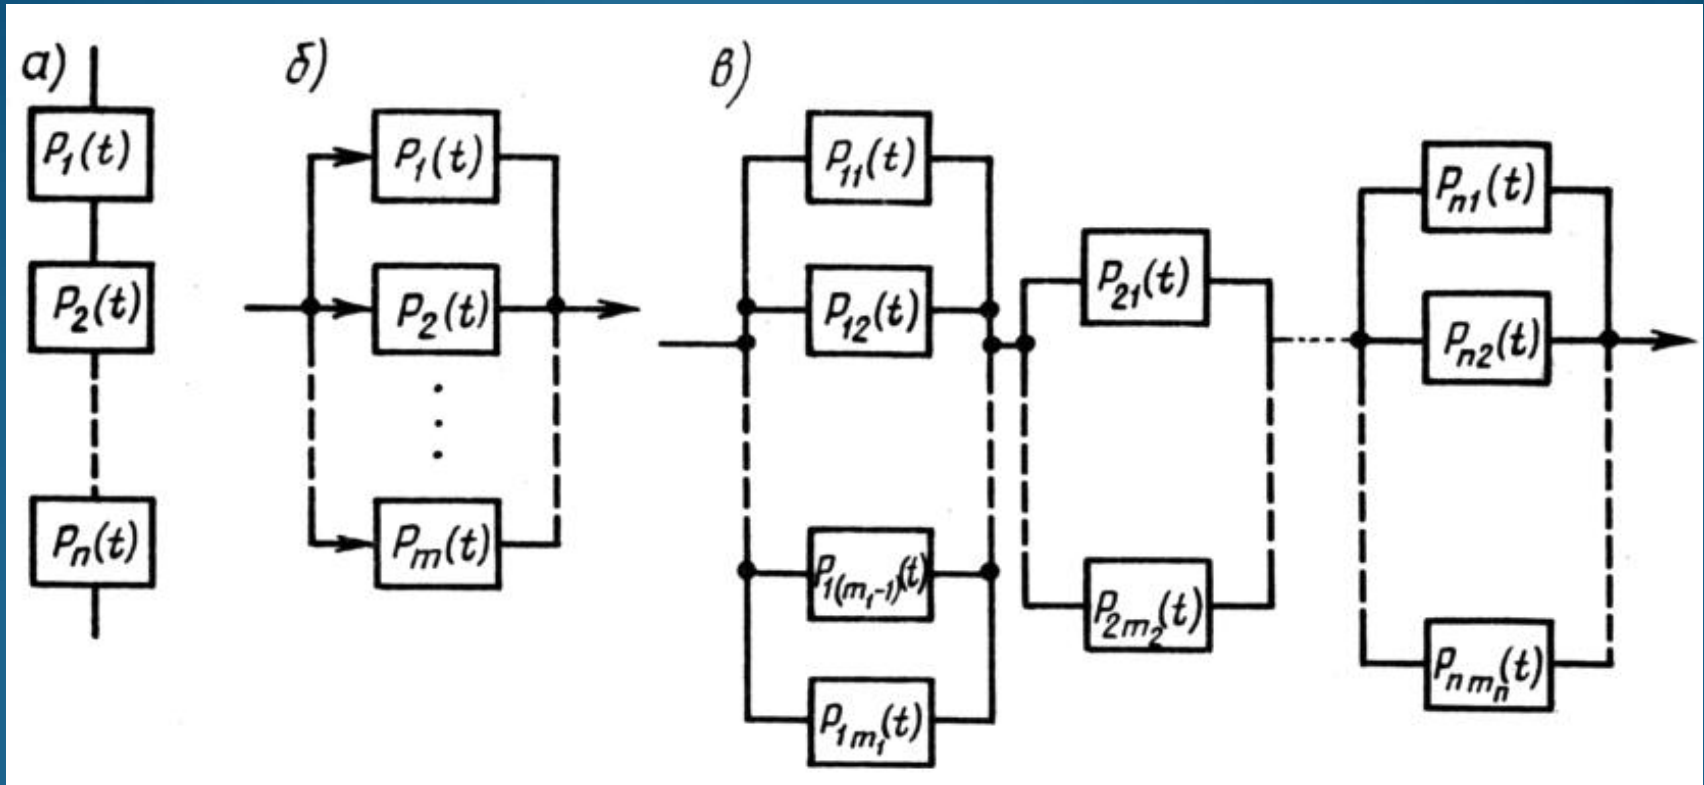

Рис.9.2 Схемы последовательного (а), параллельного (б) и параллельно-последовательного (в) включения элементов в надежности структурной схеме.
- При **последовательном** включении элементов (*рис. 9.2, а*) для надежной работы схемы необходима работа всех функциональных элементов.
- Для другого простейшего случая построения структурной схемы **параллельного соединения** элементов (*рис. 9.2 б*) при вероятности отказов  $Q_i(t)$  для каждого из элементов, входящих в схему, отказ всей схемы будет иметь место тогда, когда откажут все элементы, т.е.